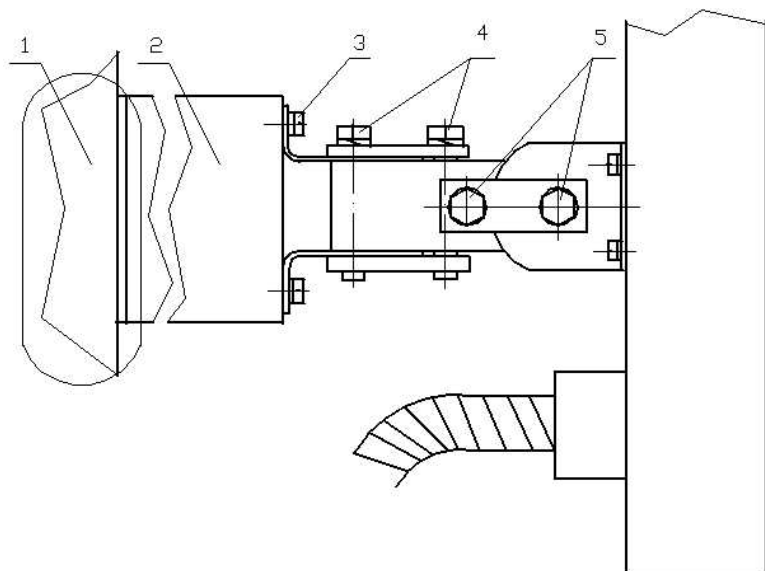

Рис. 10.2
10.2.1 Вариант установки блоков на стене 1 (заграждении) показан на рис. 10.2. Блоки размещаются на высоте не меньшей 0,8...0,9 м над «усредненной» поверхностью земли, пола или грунта. Вначале производится разметка для крепления кронштейна 2 (УЗК-1). Центры отверстий располагаются в углах условного прямоугольника 80×60.
10.2.4 Для проведения юстировки по азимуту необходимо ослабить болты 4 (рис. 10.2) до обеспечения возможности поворота блока с мягким усилием. Повернуть блок БПРМ (БПРД) в направлении противоположного блока БПРД (БПРМ) данного участка. Затянуть болты 4 до выпрямления пружинных шайб.
10.2.5 Для проведения визуальной юстировки по углу места (см. рис. 10.2) ослабить болты 5 до обеспечения поворота блока с мягким усилием. Повернуть блок БПРМ